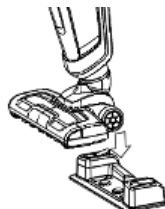

Fig. 8
4. Monte la aspiradora en el tanque de agua (Fig. 8).